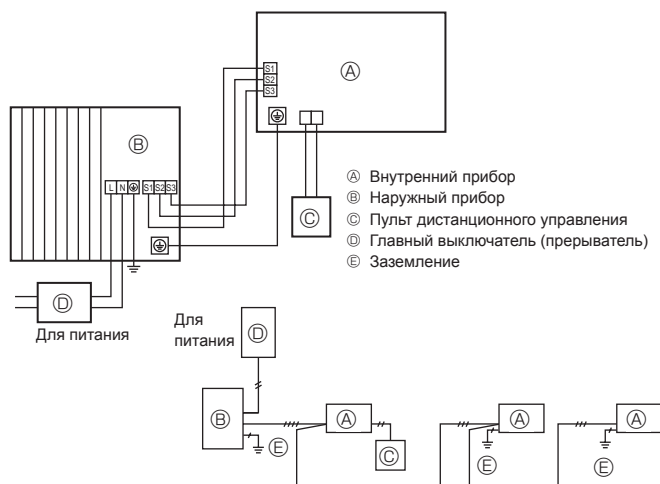
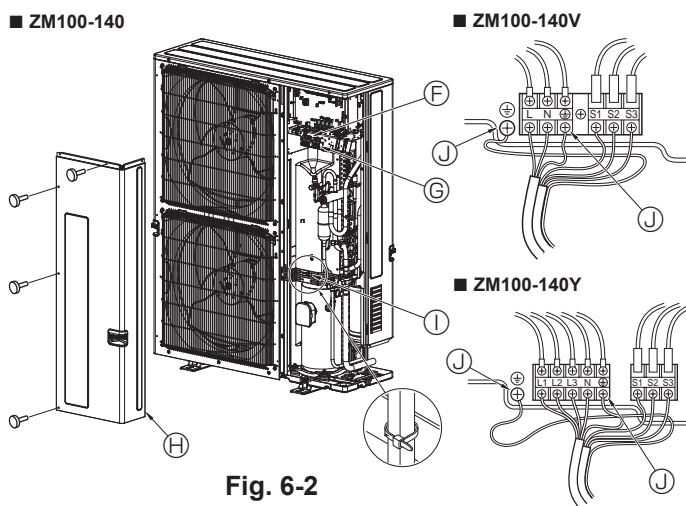

Fig. 6-1
Fig. 6-2
6.1. Наружный прибор (Fig. 6-1, Fig. 6-2)
- ① Снимите сервисную панель.
- ② Подсоедините кабели согласно Fig. 6-1 и Fig. 6-2.